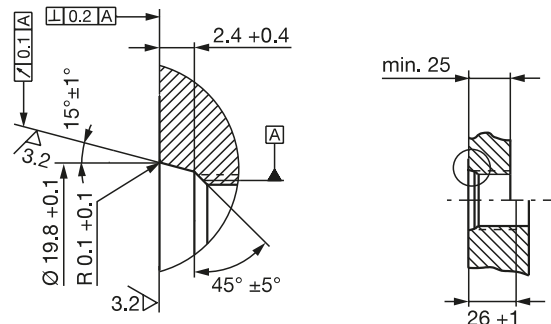
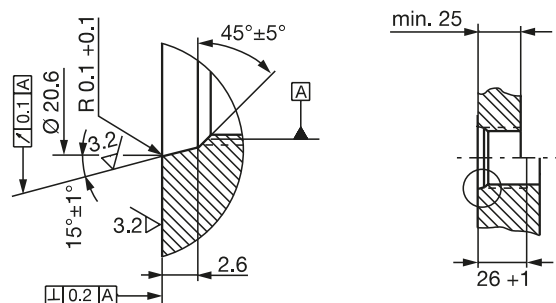

Fig. 4-3: Agujero roscado M18x1.5 según ISO 6149, junta tórica 15.4x2.1
Fig. 4-4: Agujero roscado 3/4"-16UNF según SAE J475, junta tórica 15.3x2.4
- ▶ Haga el agujero roscado (dado el caso, avellanado para la junta tórica) conforme a Fig. 4-3 o Fig. 4-4.